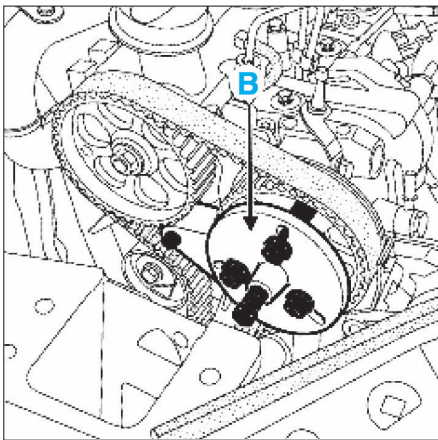

FIG. 62
- Déposer l'écrou (15) de l'arbre de la pompe haute pression en immobilisant l'écrou de la poulie à l'aide d'une clé plate.
- Mettre en place l'outil (B) (Mot. 1525 muni de Mot. 1525-02) (Fig.62).